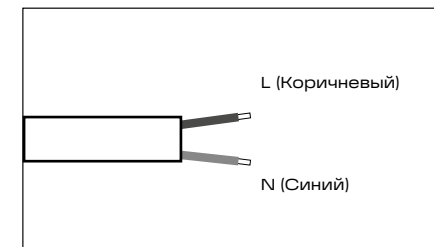

Рис. 7
- 5.10 Подключите кабель электропитания с помощью клеммной колодки в основании разъема в соответствии с цветовой схемой на рис. 7.